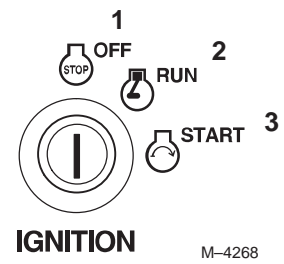

Figure 15
6. Tournez la clé de contact en position de démarrage pour exciter le démarreur. Relâchez-la quand le moteur démarre (Fig. 15).
3. Laissez tourner le moteur au ralenti pendant 60 secondes (Fig. 15).
4. Tournez la clé de contact en position contact coupé (Fig. 15).